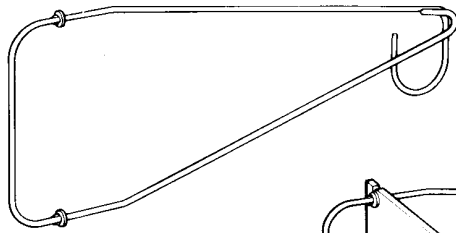
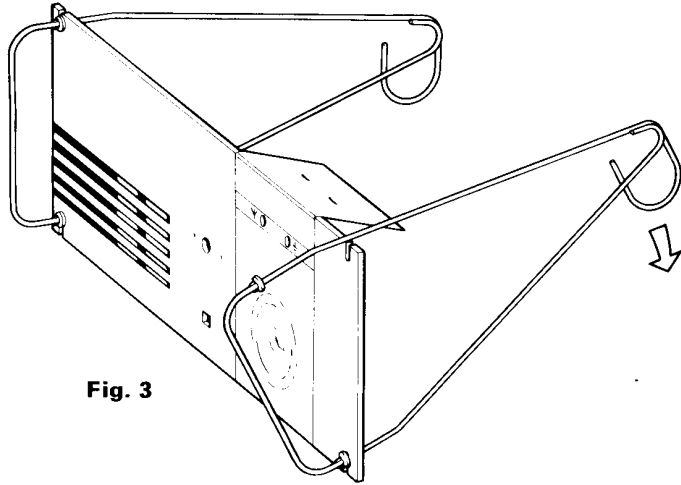
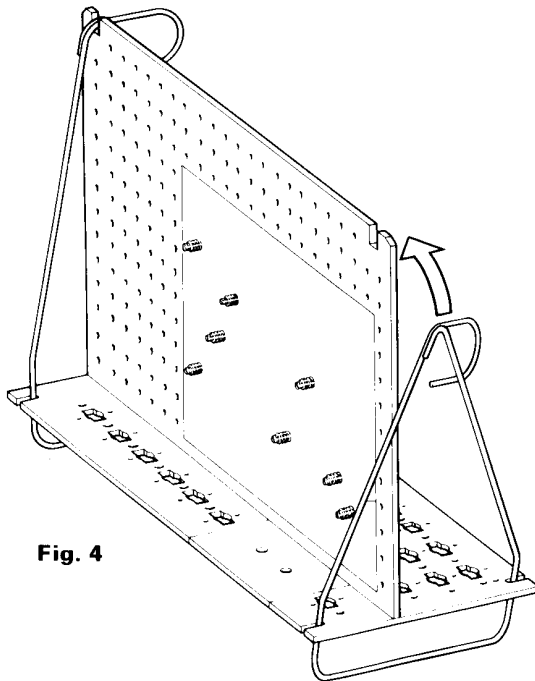

Fig. 2
Fig. 3
Fig. 4
Neem de montageplaat (39) voor je met de lippen van je af. Pak de schemakaart van het schema dat je wenst te bouwen, en druk de gaten open. Leg de schemakaart met de bedrukking naar boven op de montageplaat zodanig, dat links één rij en onder drie rijen gaten onbedekt blijven, en met de rode driehoekjes van je af. (fig. 4). Druk nu op de aansluitpunten de haarspeldveren (20) van onder door montageplaat en bouwschema (fig. 5). Plaats geen veren in de doorvoergaten, hier omheen staat een cirkel. Leg de montageplaat vervolgens plat op tafel en druk de tonveren (21) over de haarspeldveren. Neem nu de beugels (37) en schuif over elke beugel twee ringen (35) tot tegen de verdikkingen (fig. 2). Leg de gewenste frontkaart op voorpaneel (38), daar over heen de overlegstrook, zodanig dat de uitgestanste gaten precies op bepaalde gaten in de frontkaart komen, en vouw deze naar de achterzijde om (fig. 3). Schuif de beugels met de ringen in de uitsparingen aan de boven en onderzijde van het voorpaneel (fig. 3). Druk de montageplaat met de lippen in de voorplaat, waarbij de flap van de overlegstrook tussen voorplaat en montageplaat geklemd wordt.
Trek de beugels achtereenvolgens aan de achterzijde over de montageplaat totdat ze in de betreffende uitsparing terugveren (fig. 4). Bij deze handeling mag de voorplaat iets doorbuigen. In de opengebleven gaten worden nu diverse onderdelen gemonteerd. Welke onderdelen dat zijn vind je in tabel 2 (pag. 10, 11 en 12). Slechts in enkele gevallen blijft een gat open.